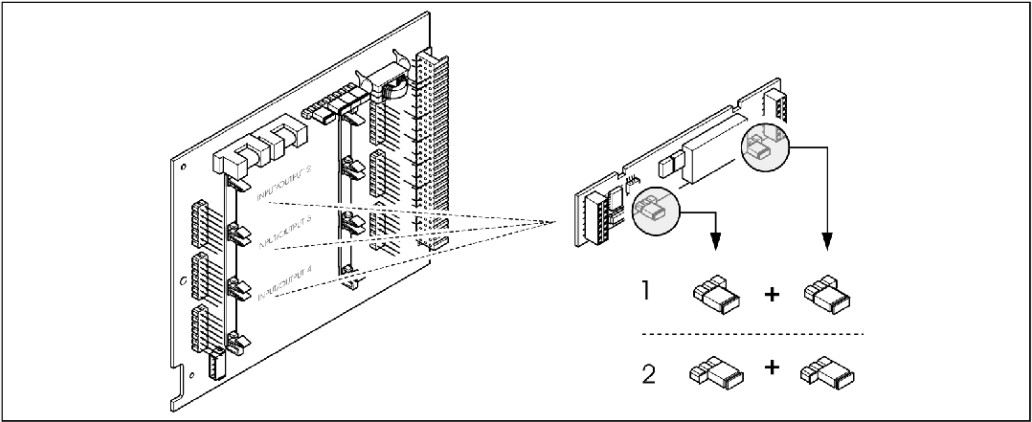
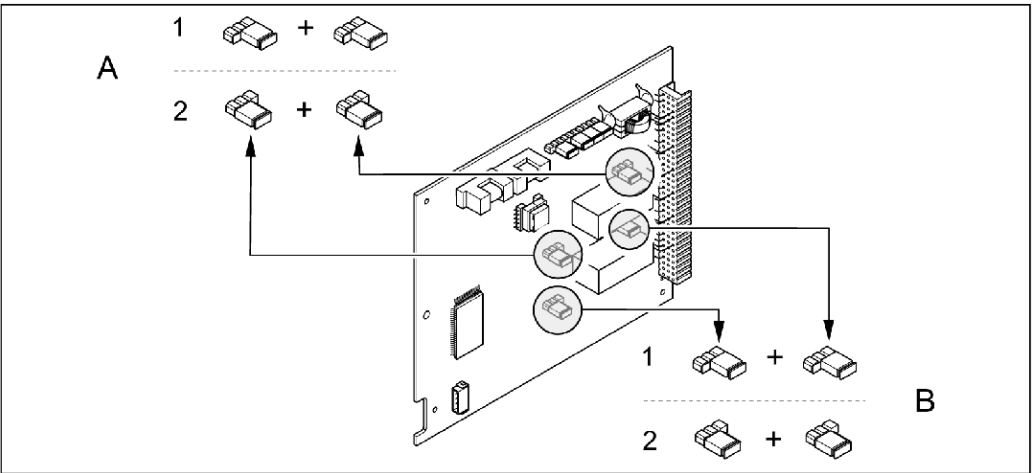

图36：在I/O板（灵活指定型）上，设置继电器触点（NC/NO）
图37：在I/O板（固定指定型）上，设置继电器触点（NC/NO）； A=继电器1，B=继电器2
- 3、根据图36和图37设置跳线位置。
严格地按照图36和图37设置跳线位置。